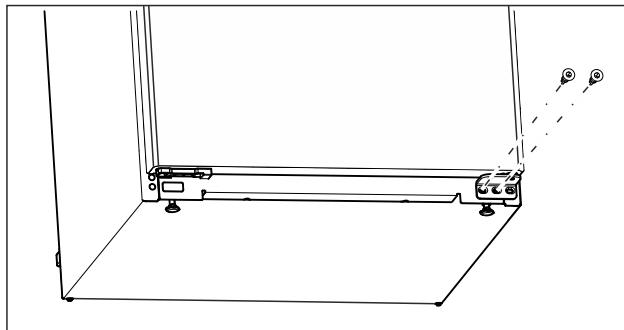

Fig. 11
- Відкрутіть середній гвинт на нижньому опорному кронштейні за допомогою викрутки Torx 20. (див. Fig. 11)
- Відкрутіть внутрішній гвинт на нижньому опорному кронштейні за допомогою викрутки Torx 20. (див. Fig. 11)